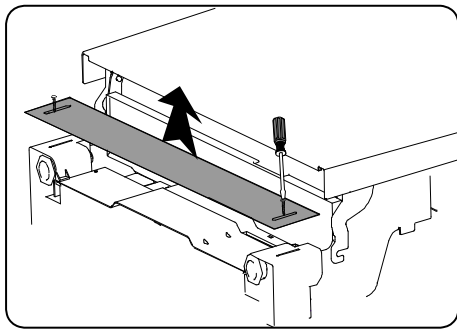

Figura 1a
- Quite los dos (2) tornillos situados en la parte delantera de la placa protectora inferior, utilizando un destornillador Phillips #2.
- Incline y tire hacia adelante de la placa para retirarla (vea la figura 1a).